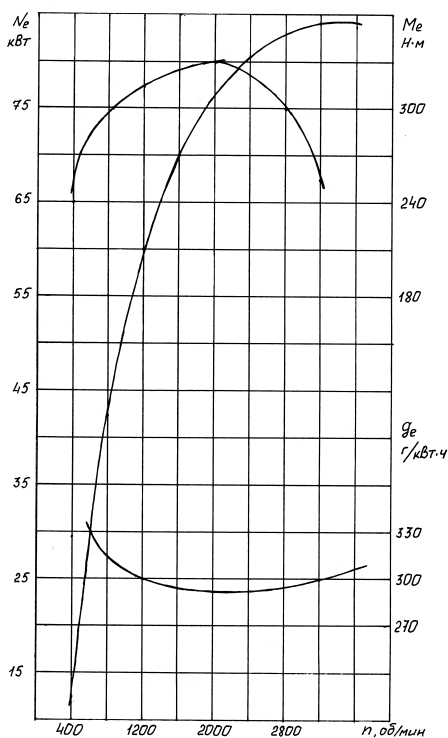

Рисунок 1. Внешняя скоростная характеристика двигателя
1. Определить тяговую силу на ведущих колесах автомобиля, если угловая скорость колес равна 42 рад/с. Движение происходит на прямой передаче, потери мощности двигателя в трансмиссии составляют 16%, передаточное число главной передачи 6,45, размер шин 8,25-20. При решении использовать внешнюю скоростную характеристику двигателя (рис.1).